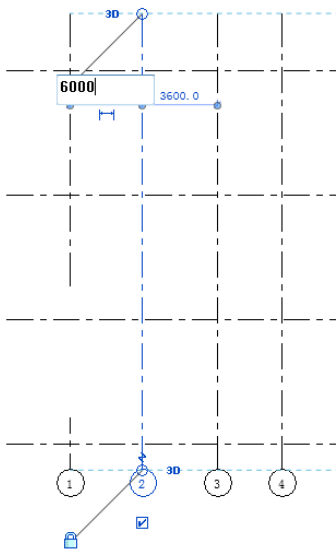

图 4-36 编辑尺寸
(5) 选中临时尺寸，可以编辑此轴与相邻两轴之间的尺寸，如图 4-36 所示。采用相同的方法，更改轴线之间的所有尺寸，轴线之间的尺寸都为 6000，如图 4-37 所示。也可以直接拖曳轴线调整轴线之间的间距。